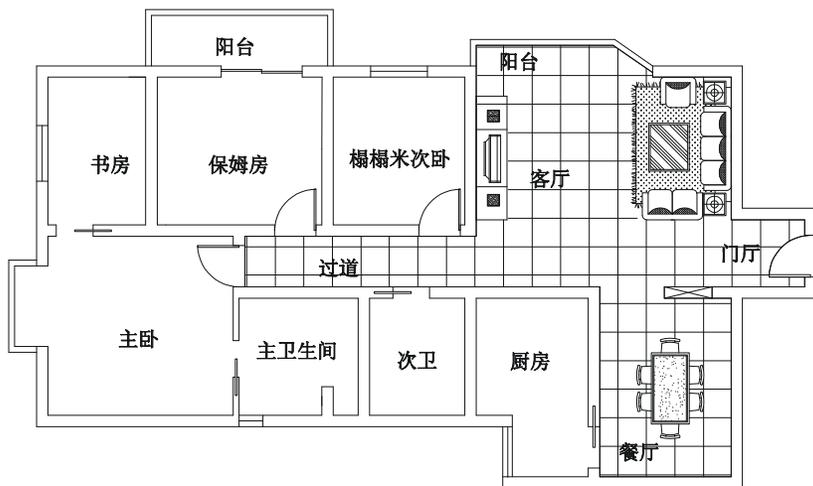

图 6-1-28
**STEP 14** 使用分解命令 EXPLODE (X) 将填充的方格分解，再使用修剪命令 TRIM 将其和沙发、电视柜、餐桌等重合的部分剪掉，如图 6-1-28 所示，其具体操作步骤如下：